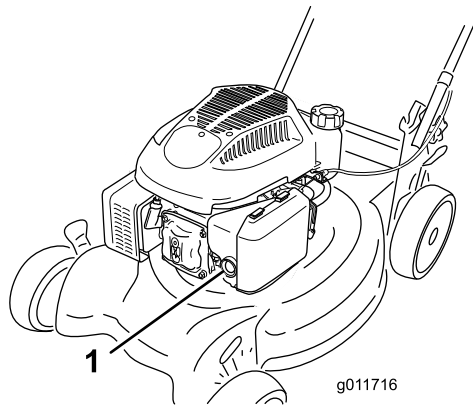

Bild 10
1. Drücken Sie die Kaltstarthilfe dreimal kräftig mit dem Daumen, halten Sie die Kaltstarthilfe jeweils für eine Sekunde gedrückt (Bild 10).